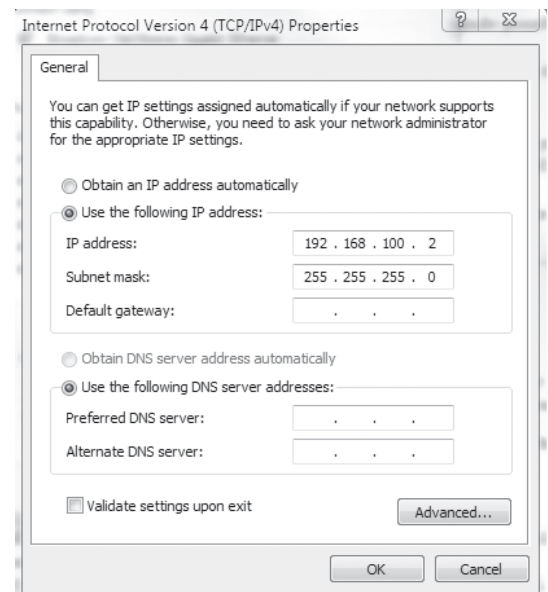

Fig. 2-29, Pantalla Propiedades de protocolo de Internet (TCP/IP), Windows 7
7. Se abre el cuadro de diálogo Propiedades del Protocolo de Internet (TCP/IP) (Fig. 2-29). Seleccione "Usar la siguiente dirección IP". Introduzca los valores como aparecen (por ejemplo, dirección IP 192.168.100.2 y la máscara de subred 255.255.255.0). Anote la dirección IP y la máscara de subred actuales para luego poder retornar la computadora a su estado original.